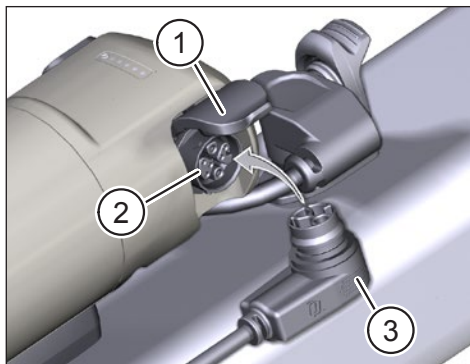

Fig. 9: Cargar el de Range Extender
- ▶ Abra la tapa (Pos. 1 en Fig. 9) del puerto de carga del Range Extender.
- ▶ Compruebe que los contactos del puerto de carga (Pos. 2 en Fig. 9) están libres de suciedad y límpielos si es necesario.
- ▶ Inserte el enchufe de carga (Pos. 3 en Fig. 9) del Charger en el puerto de carga del Range Extender.